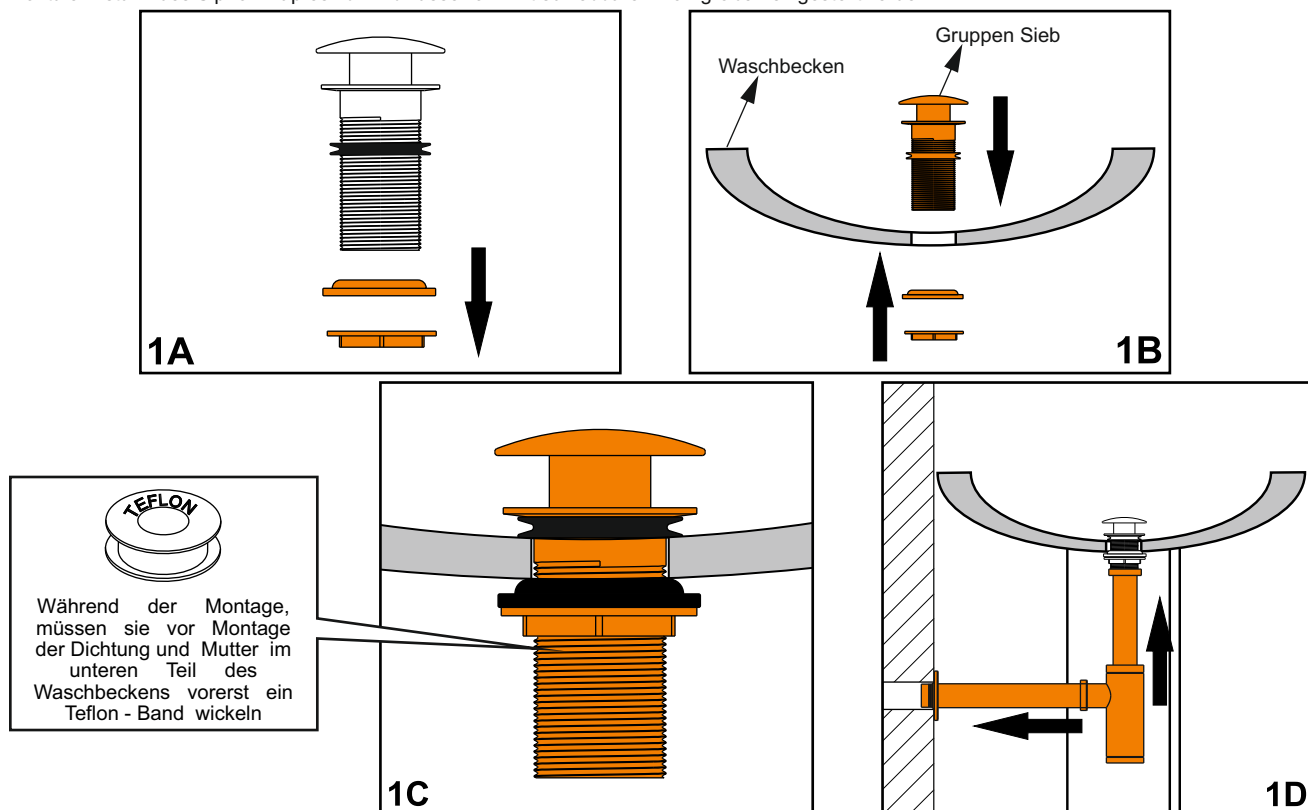
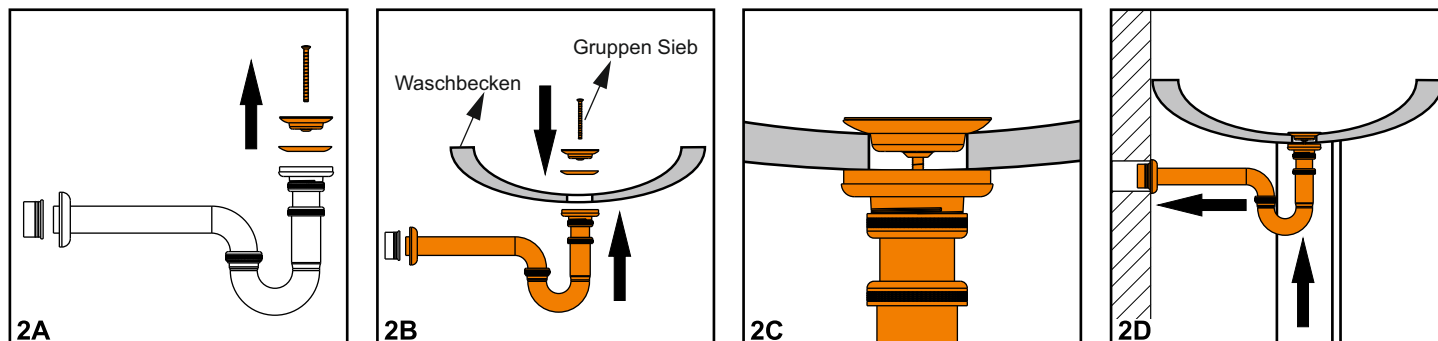

Abbildung 1. Flaches Waschbecken Siphon Montage
Abbildung 2. U förmiges Siphon und Napf Siphon Montage
- 3- Je nach Art ihres Siphons verfolgen sie die in Abbildung 1 und Abbildung 2 dargestellte Montagereihe. Bei flachen Waschbecken Siphons kann die vertikale und horizontale Distanz des Siphon Napfes zum Abwasserrohr mit schiebbaren Rohrgrößen eingestellt werden.